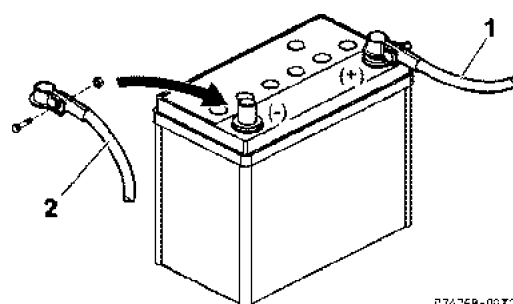

Рисунок 14
8. При подключении аккумуляторных проводов к батарее, в первую очередь присоединяется плюсовой (+) провод (Рисунок 14).
9. В последнюю очередь к аккумуляторной батарее присоединяется минусовой (-) провод (Рисунок 14).